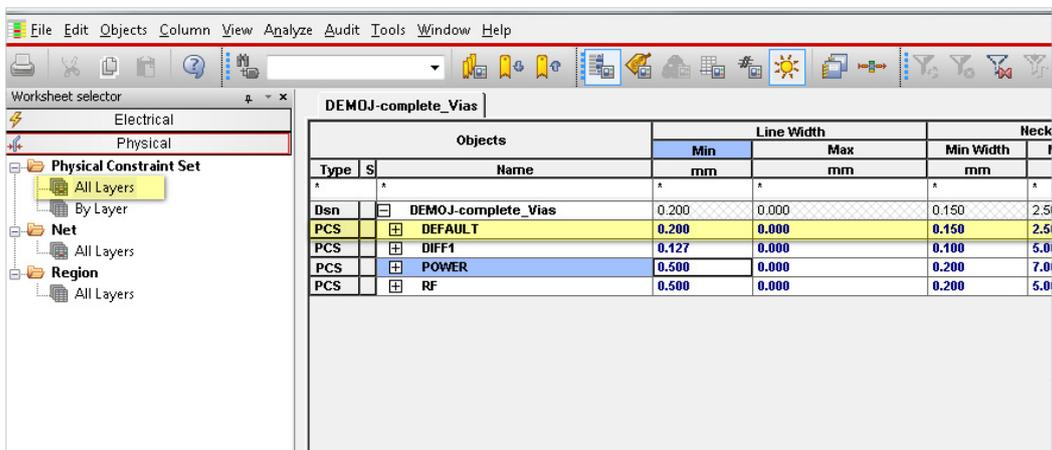

Рис. 18.1 - Шаблоны правил типа Physical в Constraint Manager
1. В каждой группе правил (домене) формируются наборы правил (Constraint Set). Единственный по умолчанию шаблон правил *Default* распространяет свое действие на все цепи проекта. Вы можете создать дополнительные шаблоны (Рис. 18.1).